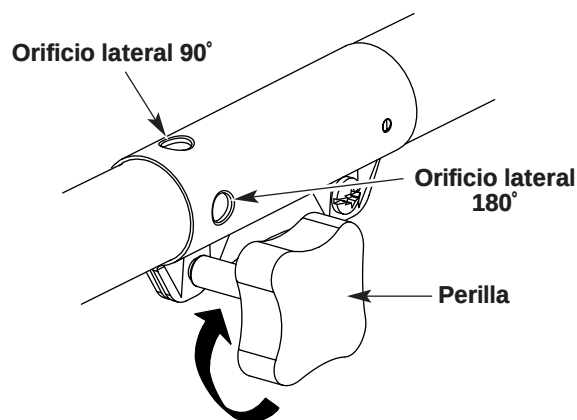

Fig. 25
3. Gire la perilla en sentido horario para ajustarla (Fig. 25).
Para recortar bordes mientras usa el accesorio de corte de cabeza de línea con modelos EZ-Link™, trabe el botón de desconexión en el **orificio lateral de 90°** o en el **orificio lateral de 180°** (Fig. 25).